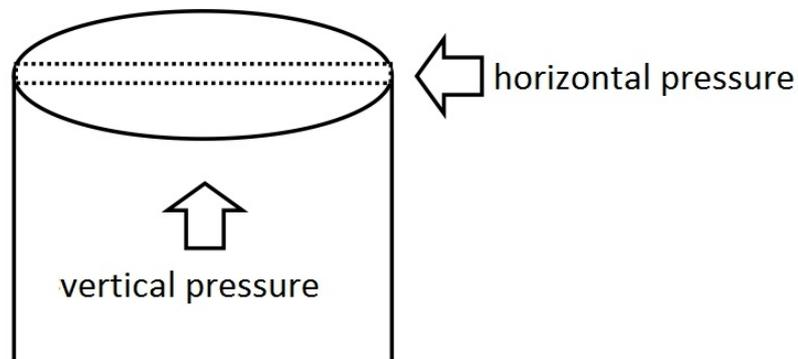

Figura 2: Comprobando el efecto de una tira de papel.
4. Usando el pegamento, pega una de las tiras a través del diámetro de uno de los extremos abiertos e intactos del tubo (figura 2).